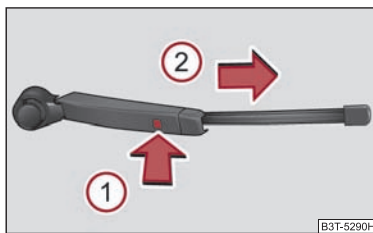

Fig. 65 Escobilla de la luneta posterior
- Separar el brazo de la escobilla del cristal y colocar la escobilla en posición perpendicular al brazo ⇒ fig. 65.
- Con la otra mano, desenclavar el seguro (1) y sacar la escobilla en el sentido de la flecha (2).